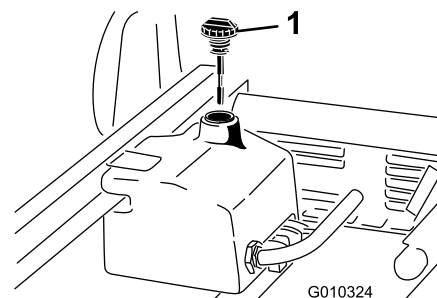

Figure 70
- Nettoyez la surface autour du goulot et du bouchon de remplissage du réservoir hydraulique (Figure 70).
- Sortez la jauge (Figure 70) du goulot de remplissage et essuyez-la sur un chiffon propre.